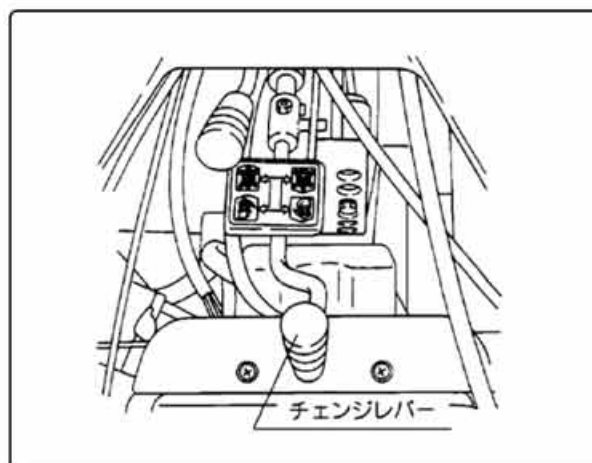

図20
①低速の「前進後進」(低速)のチェンジの切替操作は主クラッチを切らなくても切替操作ができます。(図20)